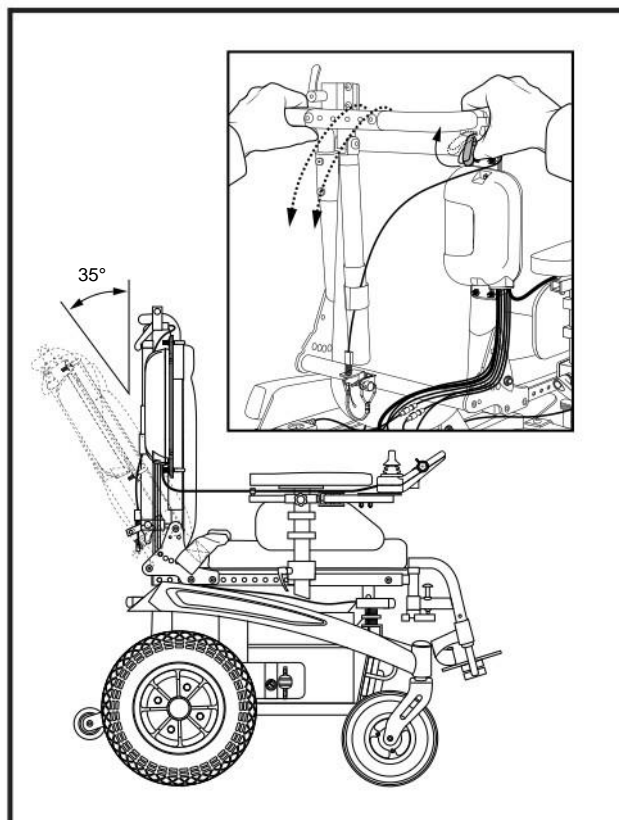

Figura 11. Regolazione manuale del reclino dello schienale
1. Premere la leva di sblocco dello schienale. Vedere figura 11.